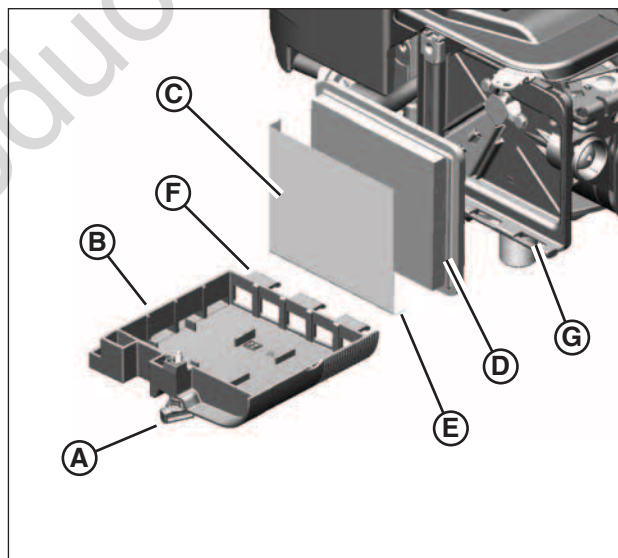

Figure 16: Filtre à air et dépoussiéreur
1. Desserrer l'attache (**A**, **Figure 16**) retenant le couvercle(**B**).